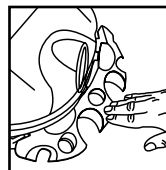

FIGURE 16
20. Appuyez vers le bas, au centre du porte-outils, jusqu'à ce que les onglets se bloquent contre la partie inférieure du couvercle. **FIGURE 16.**